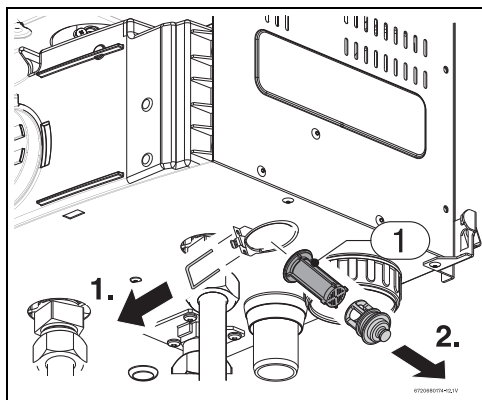

Fig. 51
- ▶ Sustituir el filtro de agua (Fig. 51).